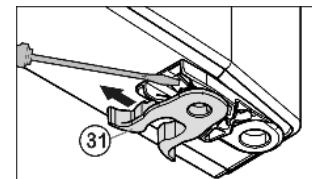

Fig. 7
- ▶ переставить пружинный зажим *Fig. 7* (31): Нажать вниз язычок защелки, снять с него пружинный зажим.